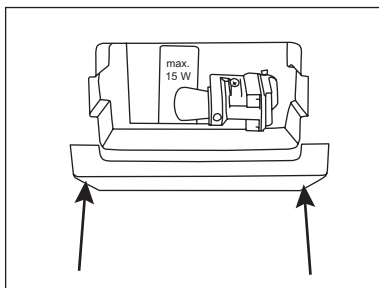

Figura 9
2. Desmonte la pantalla de la luz (figura 9). Oprima la pantalla de la luz para que se libere de las dos grapas.